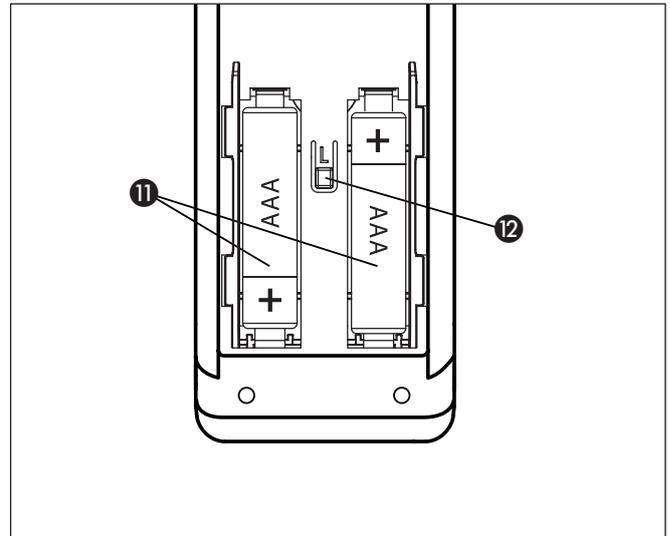

Abb. 3 Rückseite des WMS Handsenders comfort
- Zum Austausch der Batterien (Typ AAA, IEC LR03, "Micro") öffnen Sie das Batteriefach (Abb. 3), legen Sie neue Batterien ein. Achten Sie hierbei auf richtige Polarität: Plus (+) und Minus (-) Pol der Batterien müssen mit den Markierungen im Batteriefach übereinstimmen.